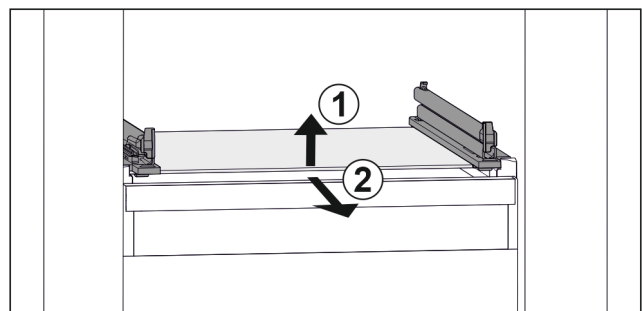

Fig. 38 Примерное отображение стеклянной пластины
- ▶ Приподнимите стеклянную пластину спереди. Fig. 38 (1)
- ▶ Извлеките стеклянную пластину движением вперед. Fig. 38 (2)